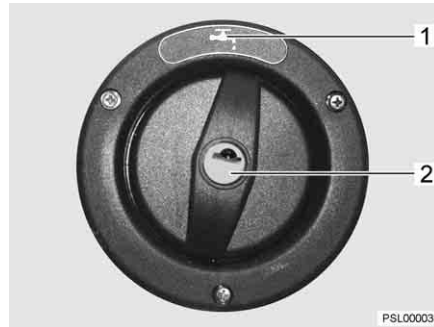

Fig. 66 Coperchio per bocchettone di riempimento dell'acqua potabile
▷ Il bocchettone di riempimento dell'acqua potabile è contrassegnato dal simbolo "🚰" (Fig. 66,1).
- Inserire la chiave nel cilindro della serratura (Fig. 66,2) e ruotare in senso antiorario.